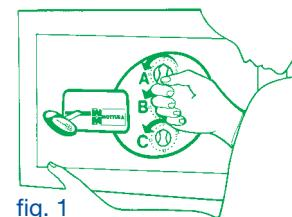
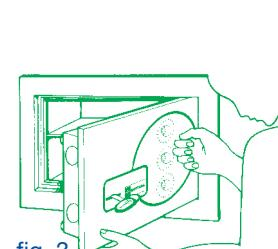

fig. 1
fig. 2
Situar los pomos externos A, B y C en la posición cero, girándolos en sentido contrario al de las manecillas del reloj, tal como se ilustra en fig. 1.
Abrir la portezuela y, con la respectiva llave D, girar el perno de cambio combinación L para hacerlo pasar de la posición E a la posición F, fig. 2.
- Situar los pomos A, B y C en posición cero, haciéndolos girar en sentido contrario al de las manecillas del reloj, tal como se ilustra en fig. 1.
- Situar los tres pomos A, B y C en la posición cero, haciéndolos girar en sentido contrario al de las manecillas del reloj, tal como se ilustra en fig. 1.
- Girar el perno de cambio combinación en sentido contrario al de las manecillas del reloj, de la posición E a la posición F, tal como se ilustra en fig. 2, y situar nuevamente los pomos externos A, B y C en posición cero, de la manera indicada en fig. 1.